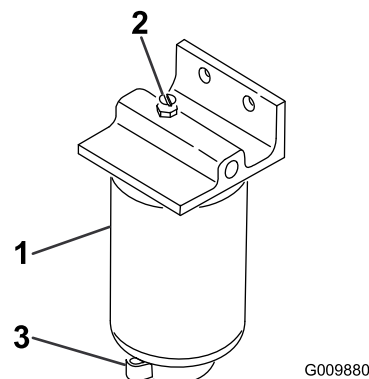

Figura 55
2. Afloje la válvula de vaciado en la parte inferior del cartucho del filtro (Figura 55).
1. Limpie la zona de montaje del cartucho del filtro (Figura 55).